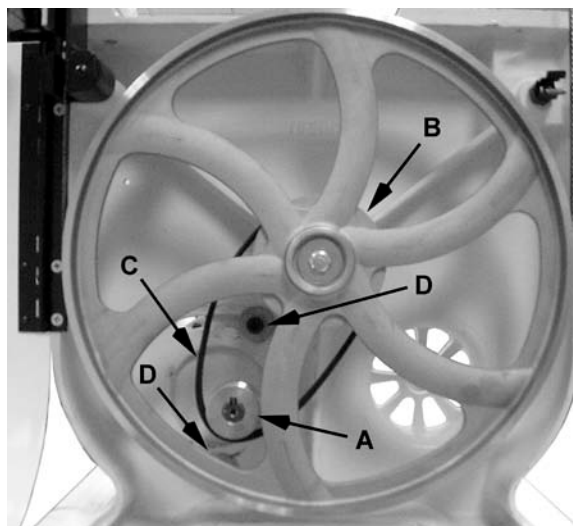

Рис.5
6. Разместите ремень (С, Рис. 5) на валу шкива (В, Рис. 5) и валу двигателя (А, Рис. 5).
8. При помощи торцевого ключа на 6 мм затяните оба винта (D, Рис. 5).